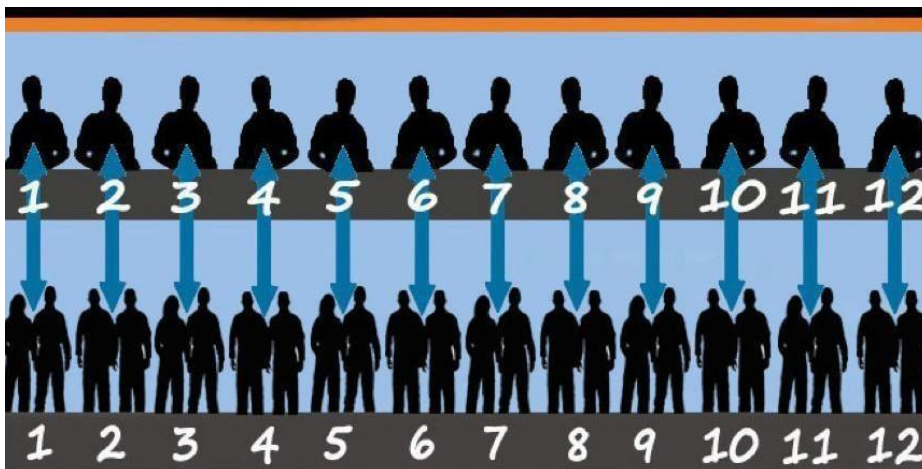

Figura 6 : Disposizione corretta dei Piloti e Meccanici
b) Tutte le auto che non riescono ad allinearsi in griglia **entro i trenta (30) secondi**, partiranno dalla pit-line in coda ai modelli regolarmente schierati e partiti;
d) Prima della partenza della Finale, per ciascuna categoria, verrà eseguita la foto e la presentazione al pubblico dei Piloti finalisti da parte del Direttore di Gara. Durante la chiamata, il Pilota, dovrà salire sul palco e scegliersi il posto di maggiore preferenza per la sua guida. Successivamente, i Meccanici (o Meccanico) ad esso associati, dovranno occupare, ove possibile, la casella della corsia dei box di rifornimento corrispondente e situata sotto al Pilota. (vedi Figura 6 presente capitolo)